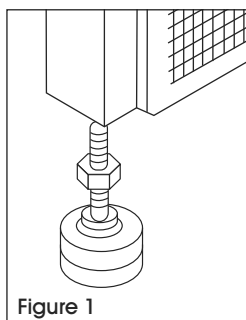

Figure 1
1. Dévissez le patin de nivellement avec l'écrou du bas du panneau. (Voir Figure 1)